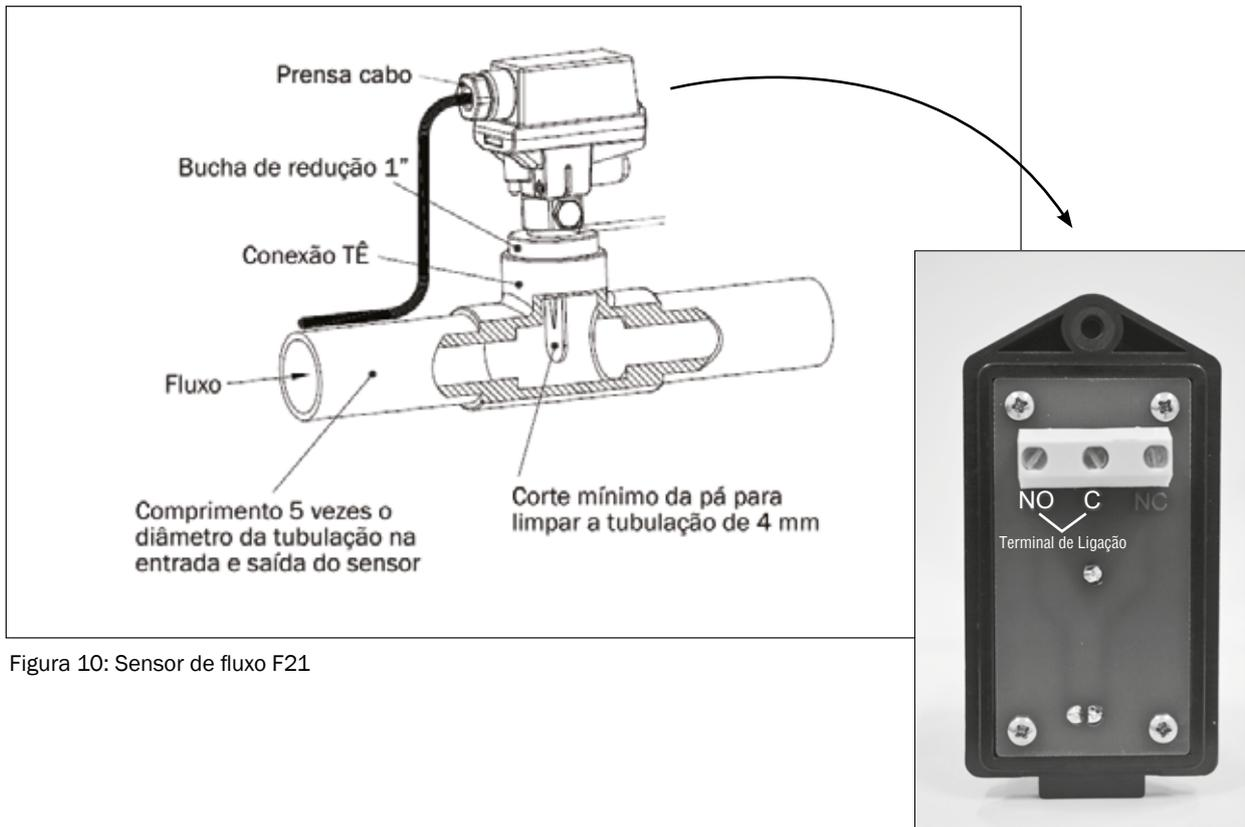

Figura 10: Sensor de fluxo F21
- Conecte as pontas de uma das extremidades do cabo nos terminais NO e C, conforme Figura 10.